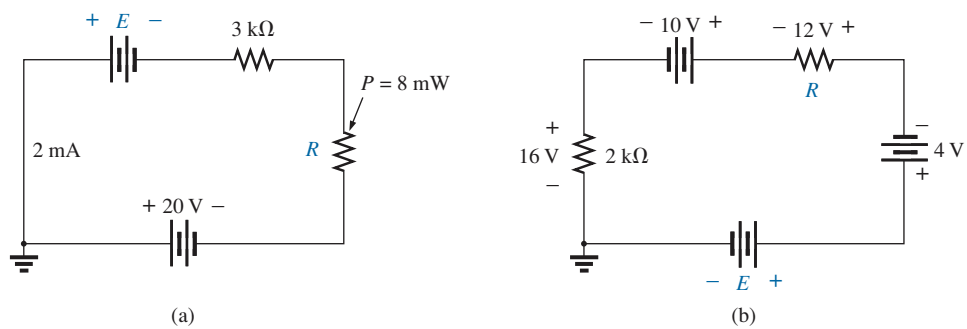

FIG. A4.104
20. Determine la fuente de voltaje y el resistor desconocidos para la red de la figura A4.104. Primero combine las fuentes de